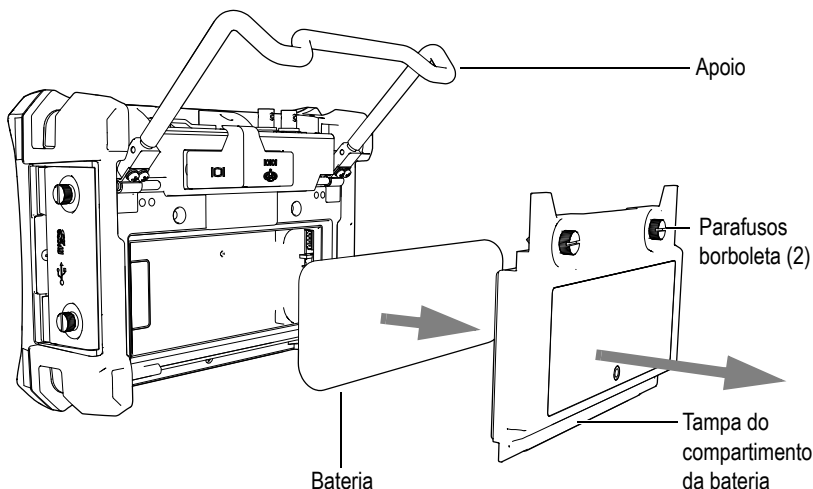

Figura 1-7 Remoção da bateria de íons de lítio
2. Na parte de trás do aparelho, solte os dois parafusos que prendem a tampa do compartimento da bateria (veja Figura 1-7 na página 23).
3. Retire a tampa do compartimento da bateria (veja Figura 1-7 na página 23).
6. Instale a tampa do compartimento da bateria na parte de trás do aparelho e depois aperte os dois parafusos para concluir a instalação (veja Figura 1-7 na página 23).